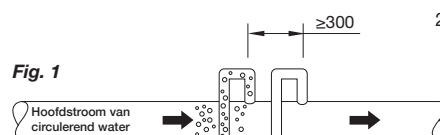

Fig. 1
- De uitmonding van de leiding naar de ontgasser moet voorzien zijn van afsluitkleppen. De afstand tussen de aansluitpunten moet ten minste 300 mm bedragen (Fig. 1 en 2).